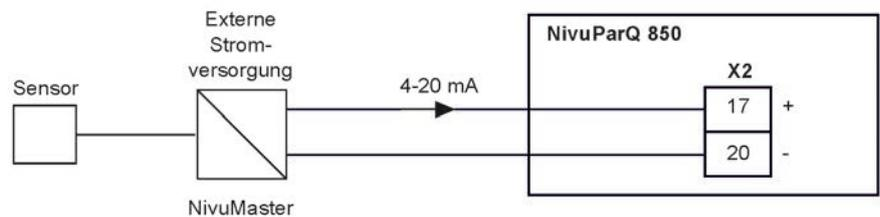

Abb. 24-7 Anschluss externe Füllstandsmessung
- ➡ Wenn das mA-Signal der Füllstandsmessung von einem externen Messumformer (z. B. NivuMaster) zur Verfügung gestellt wird, schließen Sie den Messumformer gemäß Abb. 24-7 an.